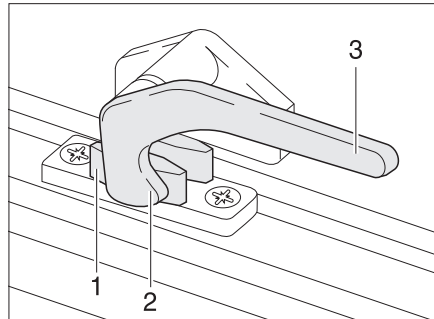

Bild 32 Verriegelungshebel in Stellung "geschlossen"
- Den Verriegelungshebel (Bild 32,3) eine viertel Umdrehung zur Fenstermitte hin drehen.
- Den Verriegelungshebel (Bild 32,3) eine viertel Umdrehung zum Fensterrahmen hin drehen. Die Verriegelungsnase (Bild 32,2) liegt auf der Innenseite der Fensterverriegelung (Bild 32,1).
- in Stellung "fest verschlossen" (Bild 32)